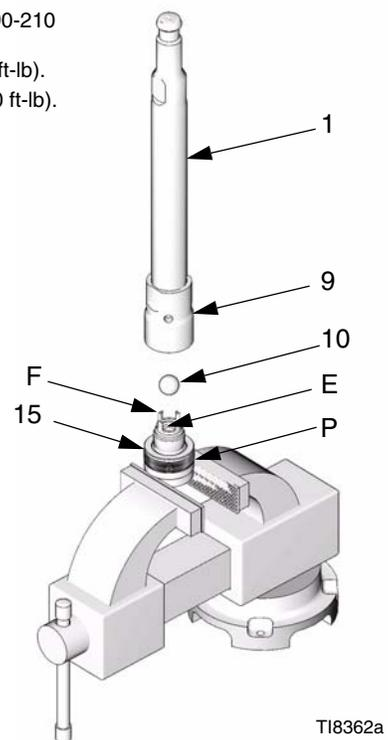

FIG. 2
- d. Togliere le guarnizioni di tenuta del cilindro (24). Illuminare il cilindro per ispezionare la superficie interna per verificare intaccature o usura. A questo punto andare al passo 6.
6. Mettere i lati piatti del pistone (15) in una morsa. Vedere la FIG. 2.
7. Svitare la guida (9) della sfera del pistone fuori dal pistone. Fare attenzione a tenere la sfera (10) mentre si separano le parti per evitare che cadano e subiscano danni.
8. Esaminare l'asta del pompante (1) per graffi o altri danni. **Solo nel caso sia necessario sostituirlo** svitare lo stelo dalla guida (9) della sfera del pistone usando una chiave posizionata sui lati piatti dello stelo.
9. Togliere i codoli del pistone e le guarnizioni a v (P). Controllare se vi sono danni od usura sulla sfera (10), sulla sua sede (E) e sulle guide (F).
3. Vedere la FIG. 2. Posizionare le parti piatte del pistone (15) in una morsa. Posizionare la sfera (10\*) sulla sede del pistone (E). Avvitare a mano la guida (9) della sfera sul pistone e poi stringere con la coppia indicata.